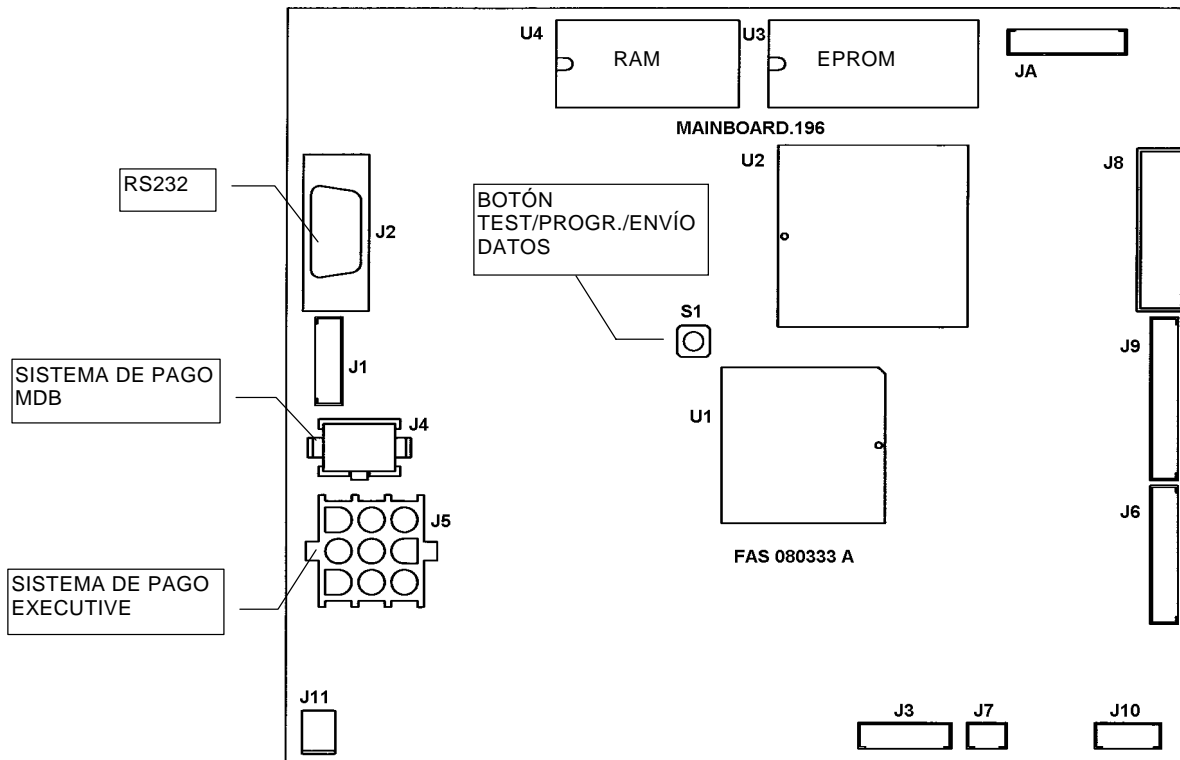

FIG. 4
Al encender el distribuidor, sobre el display aparece escrito "INIT" seguido por "memory cleared" si la memoria no contiene datos, o bien, si los datos contenidos no son confiables. La misma condición se alcanza cuando se ejecuta el mando "cancela memoria", o bien, en el caso en que la memoria se haya estropeado. Oprimiendo el pulsador FIG. 4 situado en la ficha electrónica principal en el interior de la caja para fichas, la memoria será automáticamente restablecida con los valores preestablecidos descritos en la sección dedicada a las instrucciones. Luego la máquina iniciará automáticamente una serie de tests, al final de los cuales, si todo está en orden, entrará en funcionamiento. En caso contrario, el distribuidor quedará bloqueado y sobre el display se visualizará el número del test que corresponde con la parte donde se ha verificado el mal o nulo funcionamiento.
**TEST 00:** indica un problema de comunicación entre la ficha electrónica principal y la ficha de potencia. Verificar en ese caso la conexión serial (J1) entre la ficha principal (FIG. 4) y la ficha de potencia (J4), o bien, verificar que ambas fichas estén alimentadas; en particular, cuando la ficha de potencia está alimentada, sobre el display montado sobre la ficha misma, presenta un punto de luz intermitente.
Es posible realizar también una prueba de funcionalidad del distribuidor, para tal fin es necesario encender el distribuidor y oprimir el pulsador test (FIG. 4) situado sobre la ficha electrónica principal, la máquina entrará en la modalidad de venta libre y en el display aparecerá el mensaje "Venta libre", si todo va bien, de otra manera se visualiza la selección: fuera de servicio. Para restablecer la selección, apretar el pulsador respectivo. Si el problema persiste, aparecerá escrito el mensaje indicante el tipo de avería. A partir de ese momento es posible probar el ciclo de venta de la máquina por cada una de las selecciones, mientras que sobre el display aparecerán los mensajes relativos a eventuales anomalías que se hubiesen verificado
durante la prueba. Para entrar nuevamente en el modo de funcionamiento normal, basta oprimir nuevamente el pulsador FIG. 4 situado sobre la ficha principal.